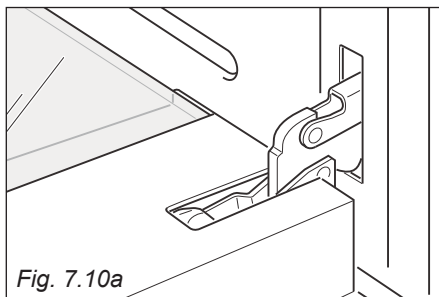

Fig. 7.10a
- Aprire completamente la porta del forno (fig. 7.10a).
- Sbloccare le cerniere della porta forno aprendola completamente e chiudendo le leve "A" delle cerniere destra e sinistra (fig. 7.10a).